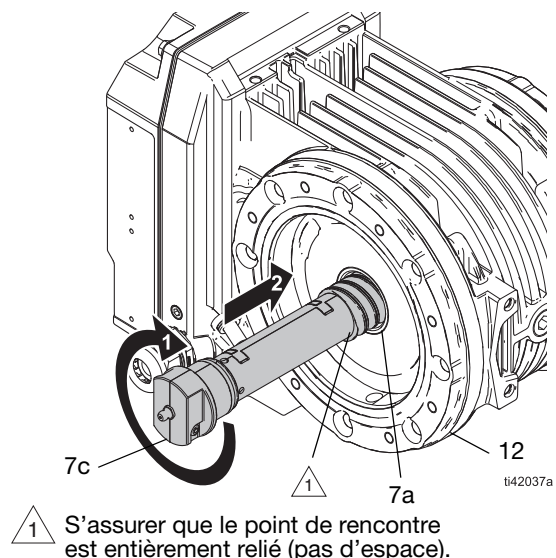
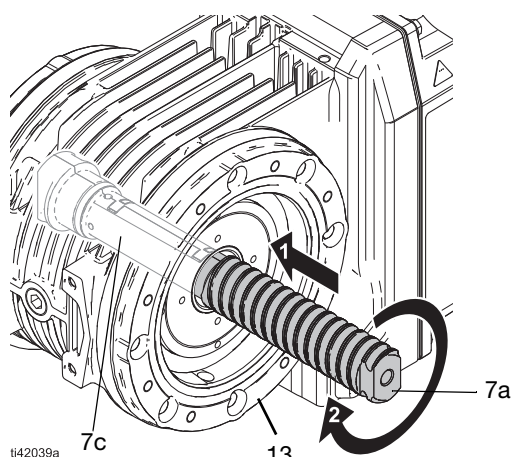

FIG. 17 : Insérer l'outil de graissage du rotor
FIG. 19 : Retirer l'outil de graissage du rotor
Utiliser l'outil de graissage du rotor pour appliquer généreusement de la graisse sur le rotor (7) et l'arbre (7a). Voir FIG. 17–FIG. 19.
7. Tourner l'arbre (7a) pour réinsérer l'arbre dans le rotor (7). Tourner jusqu'à ce que l'outil de graissage du rotor (7c) sorte complètement du capuchon du stator côté capteur (12). Voir FIG. 19.